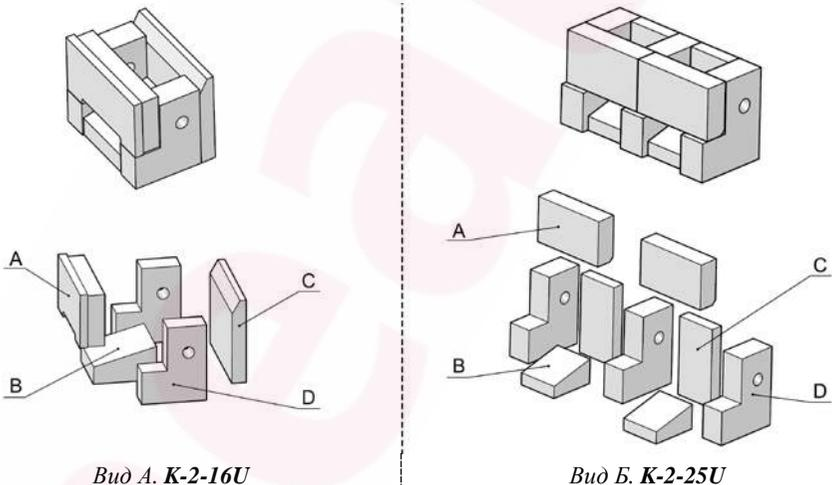

Рис. 6
"Kalvis-2-16U" Через передние дверцы (23 и 24) įstatoma galinė plyta (C) (*см. рис.6, вид А*). Prie jos, iš kraštų statomos kraštinės plytos (D). Paskiau į tarpą tarp kraštinių plytų (D) įspraudžiama apatinė plyta (B). Galiausiai ant kraštinių plytų (D) briaunų, rebrom pastovinti priekinės plytos (A) (išima į apačią).
"Kalvis-2-25U" Через передние дверцы (23 и 24) įstatomos galinės plytos (C) (см. рис.6, вид Б). Jos užstatomos kraštinėmis ir centre atraminėmis plytomis (D). Paskiau į tarpus tarp atraminių plytų (D) įspraudžiamos apatinės plytos (B). Galiausiai ant atraminių plytų (D) briaunų, rebram pastaviť передние плиты (А) (фаской внизу во внутрь камеры горения).